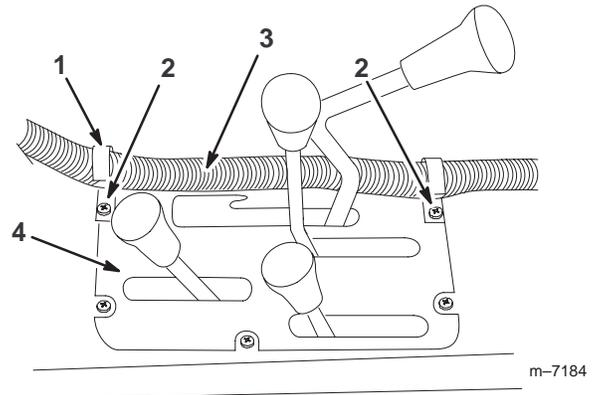

Figura 21
5. Montate due fermagli a J nella consolle centrale, nei punti illustrati nella figura 21, usando le viti esistenti.